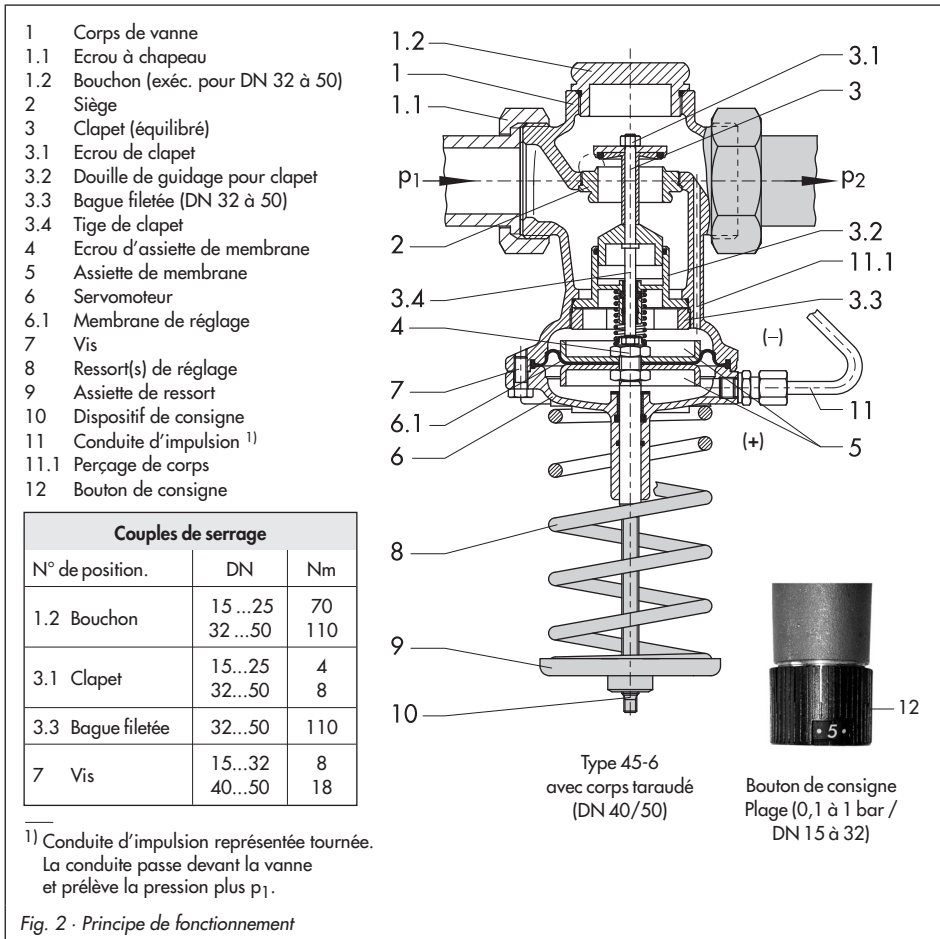

Fig. 2 · Principe de fonctionnement
Remarque ! En cas de **raccordement externe** des conduites d'impulsion (exécution spéciale), tenir compte des éléments suivants : relier la pression plus de l'installation avec le raccord plus (+) du servomoteur (chambre de membrane inférieure) et la pression moins de l'installation avec le raccord moins (-) du servomoteur (chambre de membrane supérieure) (voir figure 2, à gauche).
- voir la figure 2, page 4 à ce sujet -
Respecter les couples de serrage indiqués dans le tableau de la figure 2.